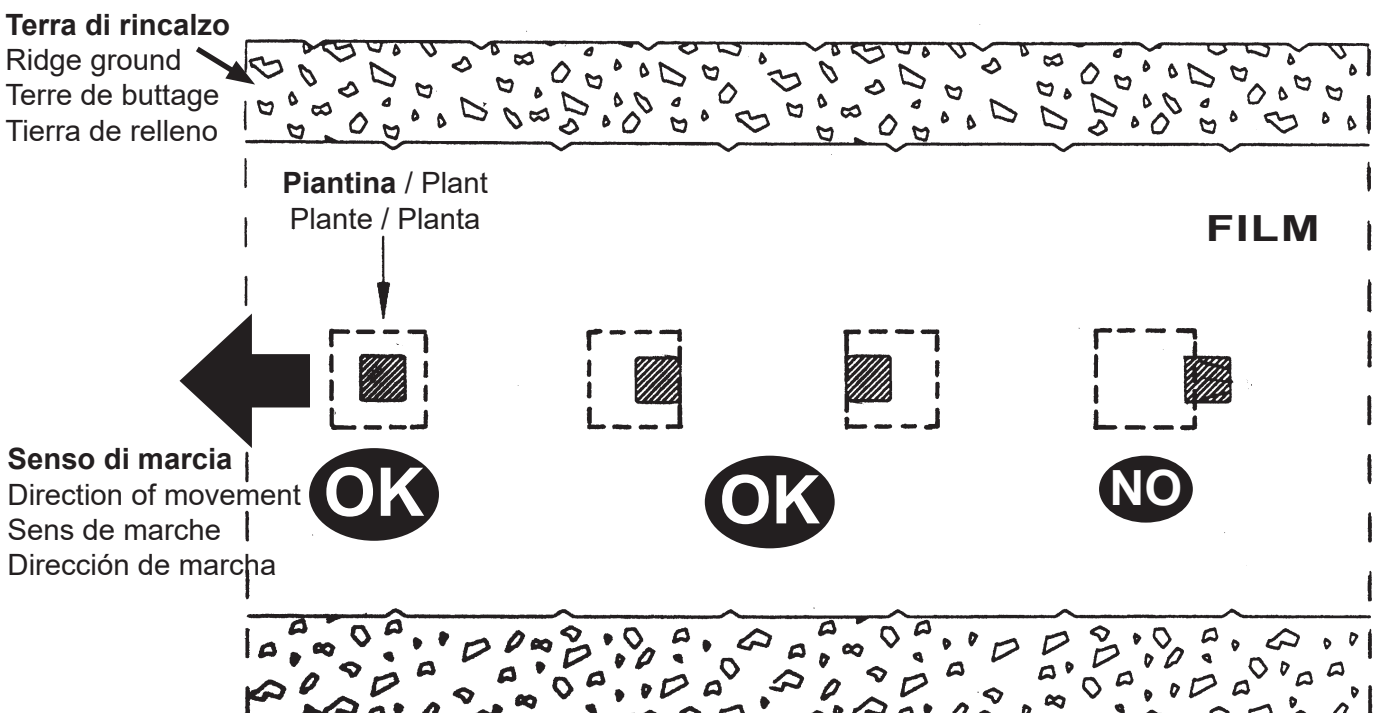

Fig. 1
Si le plant en cube, pendant la phase de repiquage, est déphasé par rapport au centre du trou du film plastique, agir sur l'écran tactile (10), jusqu'à obtenir le résultat souhaité (Fig. 1).
Si el cubito de la planta, durante la fase de trasplante se presentase desviado respecto al centro del agujero del film plástico, intervenir en la pantalla táctil (10), hasta obtener el resultado deseado (Fig. 1).
- Nel caso di un terreno TROPPO SOFFICE e una regolazione della pressione del rullo troppo bassa (troppo peso sul corpo trapiantante), si può avere un accumulo di terreno davanti al rullo pressore (Fig. 1) compromettendo la sua rotazione e quindi la distanza sul trapianto.